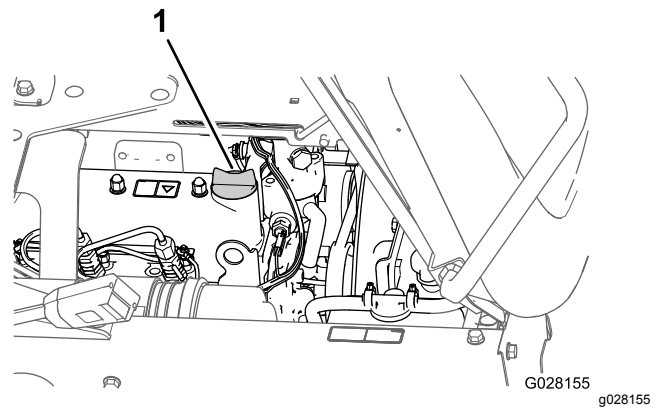

Figura 73
- Retire o tampão de enchimento de óleo do tubo de enchimento da cobertura da válvula do motor e despeje lentamente cerca de 80% da quantidade especificada de óleo no tubo de enchimento (Figura 73).
- Coloque o tampão de enchimento no tubo de enchimento (Figura 73).